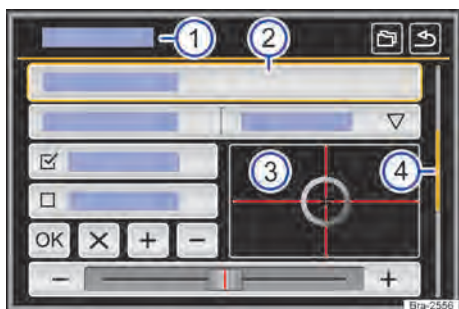

Fig. 120 Representação esquemática: vista geral das possíveis superfícies de função no display.
O aparelho está equipado com um touch screen (tela de toque) → **Fig. 120** ③.
As superfícies de função iniciam funções ou abrem outros submenus. Em submenus é indicado, na linha do título, o menu atualmente selecionado → **Fig. 120** ①.